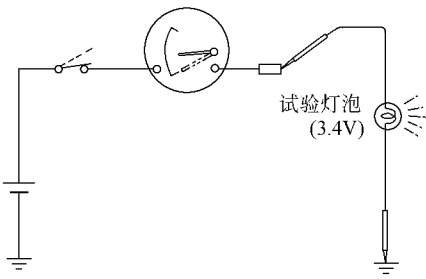

图 18-124 检查灯泡是否亮及温度表的指针是否移向热侧位置
2) 将配线侧接插件的端子通过 1 个 3.4V 的灯泡后接地，然后将点火开置于 ON 位置，检查灯泡是否点亮，以及温度表的指针是否移向热侧的位置，如图 18-124 所示。